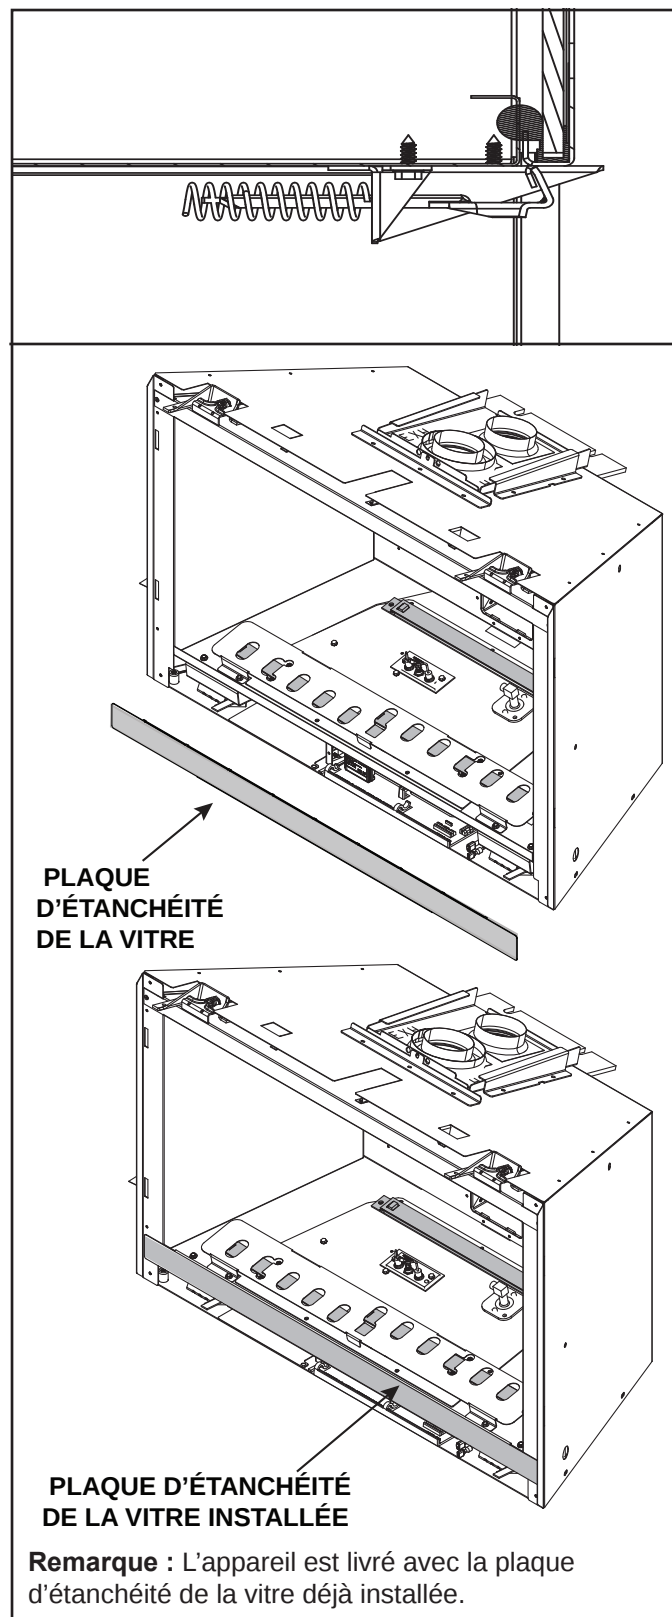

Figure 9.2 Plaque d'étanchéité de la vitre
- L'assemblage de la vitre s'attache au foyer en quatre points. Quatre des mécanismes d'attache sont constitués de verrous à ressort. Un exemple de verrou de vitre est montré à la Figure 9.2.
- Vérifier que la plaque d'étanchéité de la vitre est bien installée. Voir la Figure 9.2.